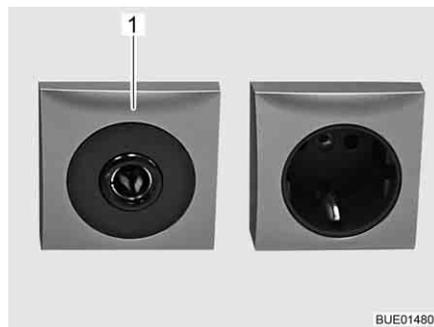

Bild 164 Steckdose 12 V/10 A
- ▷ An die Steckdosen (Bild 164,1) des 12-V-Bordnetzes nur Geräte mit maximal 10 A anschließen.